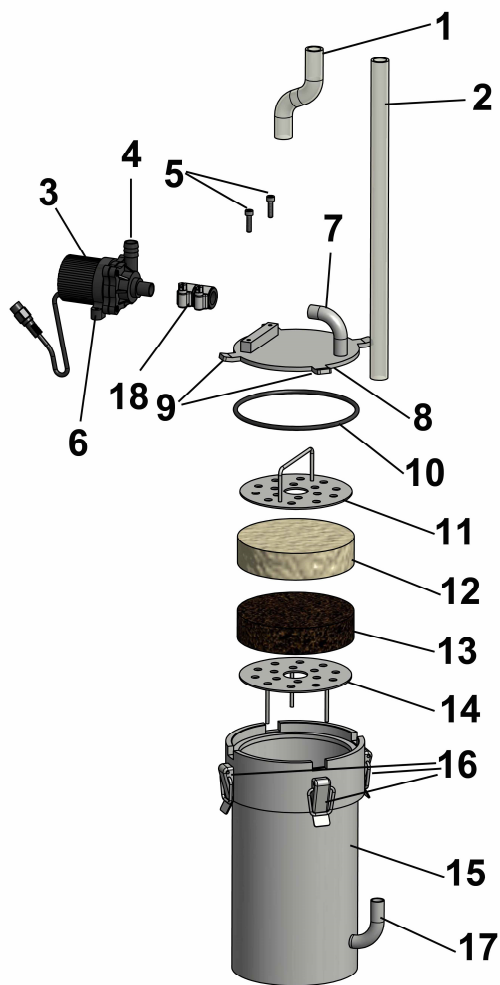

Fig. 2: Pot filter aquafresh 50
- Roestvrijstaal potfilter (afb. 2) incl. voeding
Als de kranen niet bij het aquarium gesloten worden, bestaat de kans dat het aquarium volledig zal leeglopen in de onderkast. Het is daarom ook belangrijk u te verzekeren dan de dekselpakking (Fig. 2, No. 10) correct geplaatst is en dat het deksel goed sluit als het potfilter in gebruik is. De klemmen (Fig. 2, No. 16) moeten over de gleuven van het deksel klikken (Fig. 2, No. 9) en de klemveren moeten stevig aan het filterhuis klemmen.
Geschikt filtermateriaal kan geplaatst worden tussen het filter stuk (Fig. 2, No. 12) en de spons (Fig. 2, No. 13) afhankelijk van het gewenste filtermateriaal (chemisch, mechanisch, biologisch). Het filter moet gereinigd worden op zijn laatst als de doorstroming minder gaat worden.